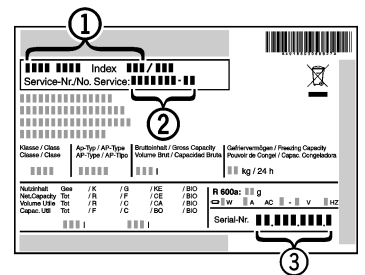

Fig. 10
▶ Identificați denumirea aparatului Fig. 10 (1), numărul de service Fig. 10 (2) și numărul de serie Fig. 10 (3) pe marca de fabricație. Marca de fabricație se află pe partea stângă în interiorul aparatului.
- ▶ Informați serviciul de asistență a clienților și comunicați tipul defecțiunii, denumirea aparatului Fig. 10 (1), numărul de service Fig. 10 (2) și numărul de serie Fig. 10 (3).